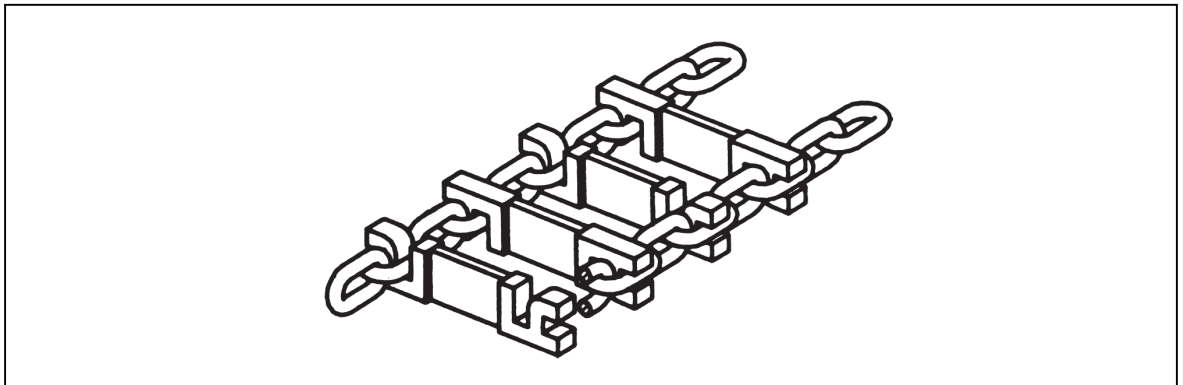

Bild 4
**Schweißanleitung** (Bild 4):